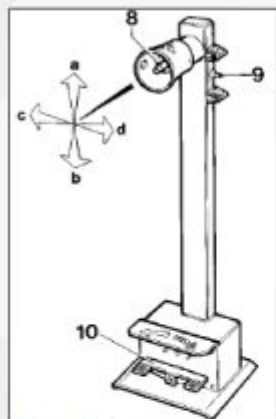

Рисунок 7
Мобильная стойка управления (рис. 7) позволяет оператору выбрать рабочее положение, наиболее удобное для каждого из случаев. На этой стойке сконцентрированы все команды, а именно: манипулятор 8 (рис. 7) в положении «а» поднимает кронштейн самоцентрирующейся цапги; в положении «б» - его опускает; в положении «с» приближает инструментальную каретку и мобильную платформу к самоцентрирующейся цапге; а в положении «д» - отдаляет.
- выключатель 9 (рис. 7): при повороте вверх открывает зажимы самоцентрирующейся цапги (блокирует); при повороте вниз закрывает зажимы (разблокирует).
- педаль 10 (рис. 7): при нажатии на правую или левую сторону вращает самоцентрирующуюся зажимную цапгу соответственно направлению стрелок.